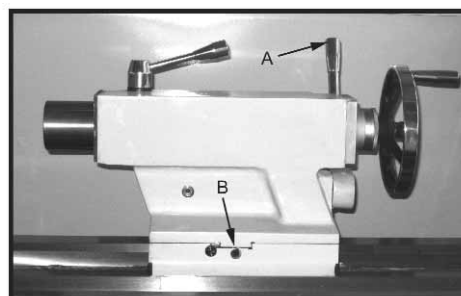

Fig. 19
1. Ställ den lossade dubbdockan genom att tryck ner låsgreppet (A, fig. 19) och lossa sexkantshuvudet, excenteraxeln.
2. Alternativt: Lossa och dra åt ställskruvarna fram och bak (B, fig. 19).